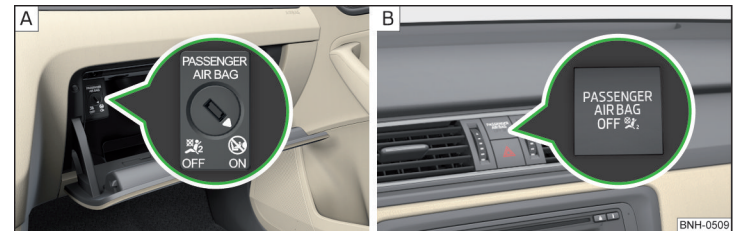

Abb. 11 **Schlüsselschalter für Beifahrer-Frontairbag / Kontrollleuchte für Beifahrer-Frontairbag**
Der Beifahrer-Frontairbag kann mit dem Schlüsselschalter abgeschaltet werden » Abb. 11 auf Seite 19 - A.
Stellungen des Schlüsselschalters » Abb. 11 - A
- › Mit dem Schlüssel den Schlitz des Schlüsselschalters » Abb. 11 -  vorsichtig in die Position **OFF** drehen.
- › Prüfen, ob nach dem Einschalten der Zündung die Kontrollleuchte **OFF**  unter dem Schriftzug **PASSENGER AIR BAG** » Abb. 11 -  leuchtet.
- › Mit dem Schlüssel den Schlitz des Schlüsselschalters » Abb. 11 -  vorsichtig in die Position **ON** drehen.
- › Prüfen, ob nach dem Einschalten der Zündung die Kontrollleuchte **OFF**  unter dem Schriftzug **PASSENGER AIR BAG** » Abb. 11 -  nicht leuchtet.